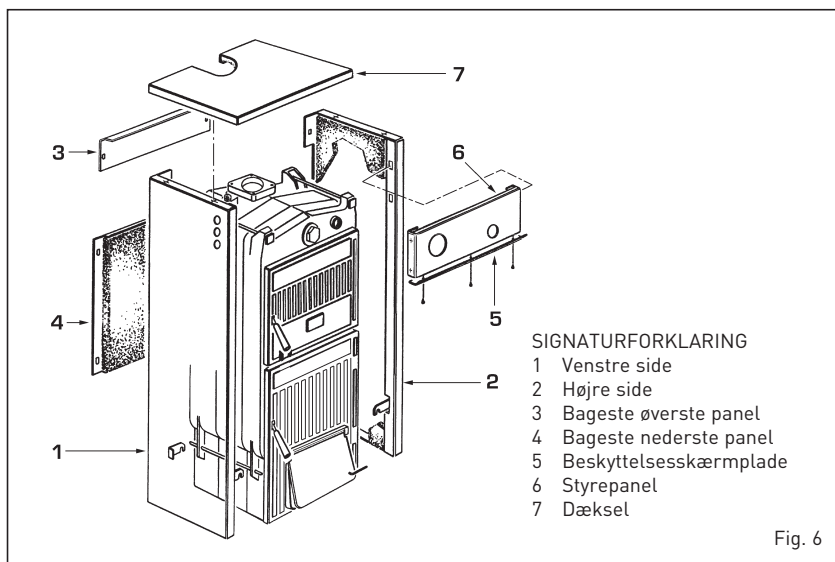

Fig. 6
Der er fastspændt tre møtrikker fra den bageste side af varmeapparatet på de to øverste trækstænger: den anden og tredje møtrik har til formål at placere kappens sider korrekt. Der er fastspændt to møtrikker i de nederste trækstænger både fra den forreste og den bageste del af varmeapparatet. En af møtrikkerne har til formål at blokere stængerne til støtte af siderne. Montering af kappens komponenter sker på følgende måde (fig. 6):
**ADVARSEL:** Før at fastgøre grebet med den lille kæde i regulatorens støtte er det nødvendigt at fjerne skærmladen af aluminium, der er monteret på styrepanelet. Dette sker ved at løsne de tre skruer, der fastgør skærmladen (fig. 6). Efter montering og justering anbringes skærmladen på ny.